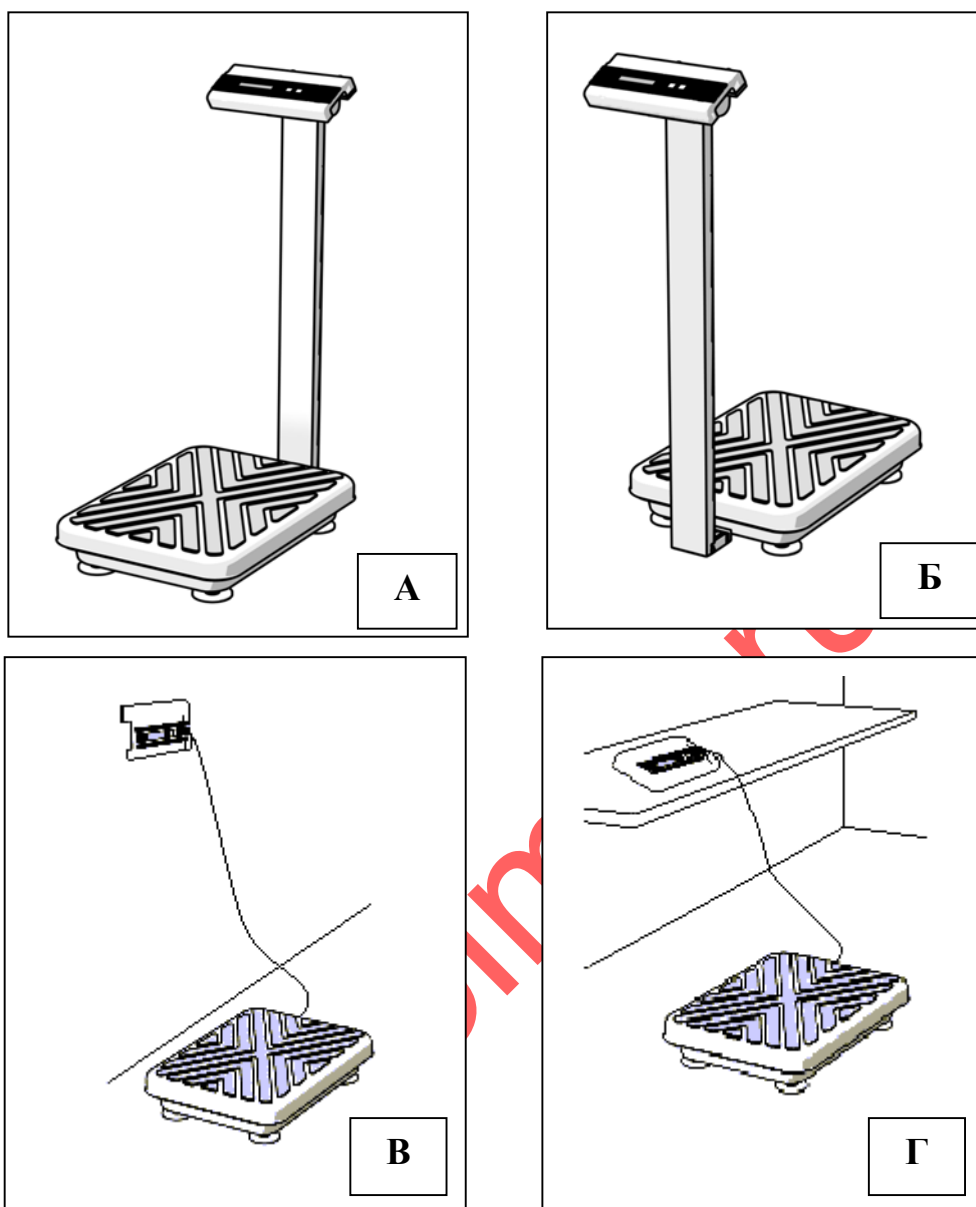

Рисунок 2.1
2.2 Вариант 2 Размещение устройства индикации на столе (рисунок 2.1 Г).
2.3 Вариант 3 Размещение устройства индикации на стене (рисунок 2.1 В).